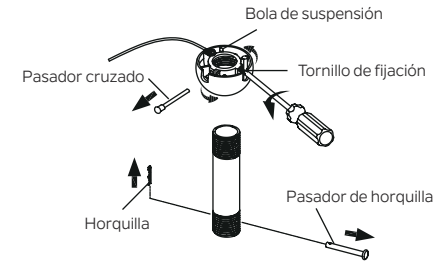

Figura 6
**Paso 2.** Retire la horquilla y el pasador de horquilla del conjunto de la varilla de extensión, guárdelos para usarlos posteriormente. Retire la bola de suspensión del conjunto de la varilla de extensión aflojando el tornillo de fijación, quitando el pasador transversal y deslizando la bola fuera de la varilla. (Figura 6)